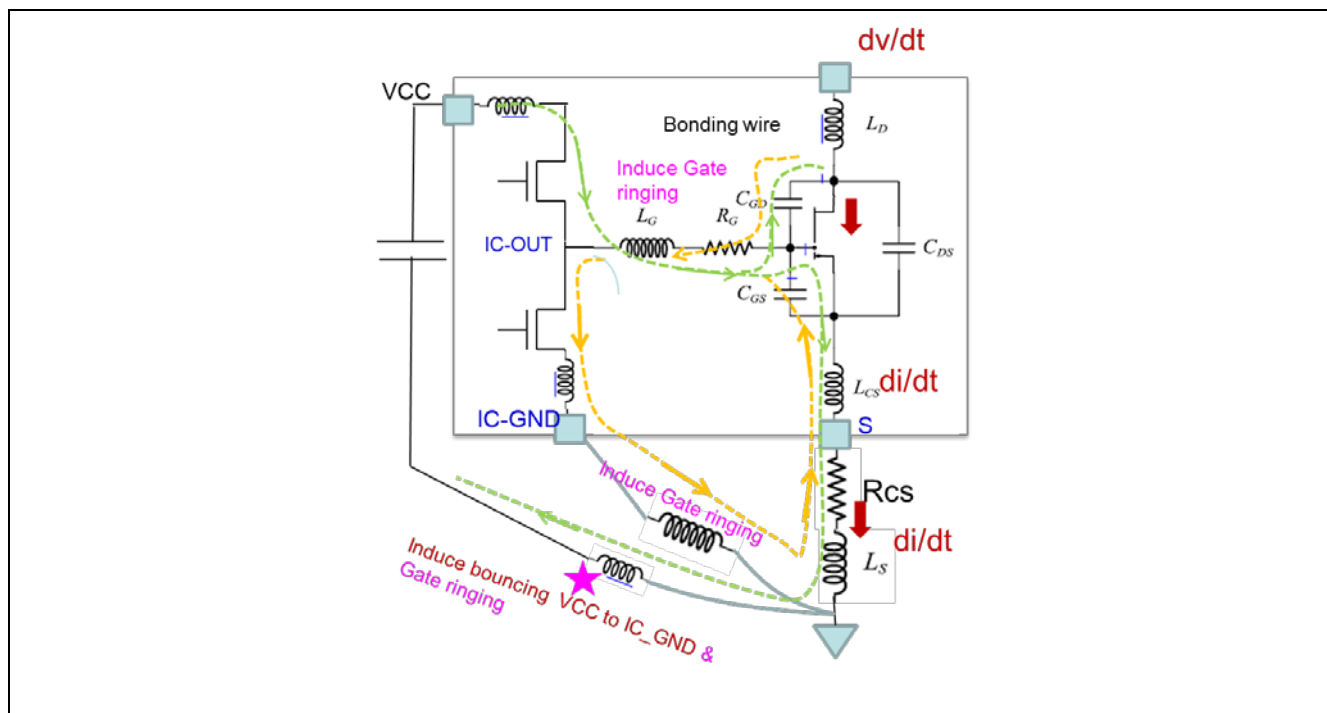

图 7 寄生电感对栅极驱动回路的影响
- 电源 VCC 到 IC_GND 之间也存在寄生电感，快速的电流变化（如图 7 中星号所示的电流路径）会在这个电感上产生电压降，导致电源线和地线之间出现电压跳动，这会进一步恶化栅极驱动信号的质量。